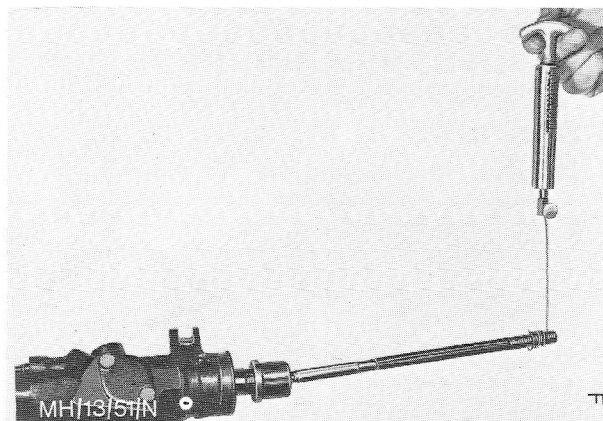

Fig.43. Voor spoorstangbeweging benodigde kracht meten.
(b) Hang een haakje van draad op 6 mm (0.25 in.) van het uiteinde om de spoorstang en bevestig aan dit haakje een unster zoals wordt gebruikt voor het meten van de zuigerspeling, zie Fig.43.
9. Boor een gaatje van 4 mm (0.16 in.) diameter en 9 mm (0.35 in.) diep op de naad tussen het kogelgewrichthuis en de contraoer, zie Fig.43; zorg er voor dat de boorspanen niet in het tandheugelhuis terechtkomen.